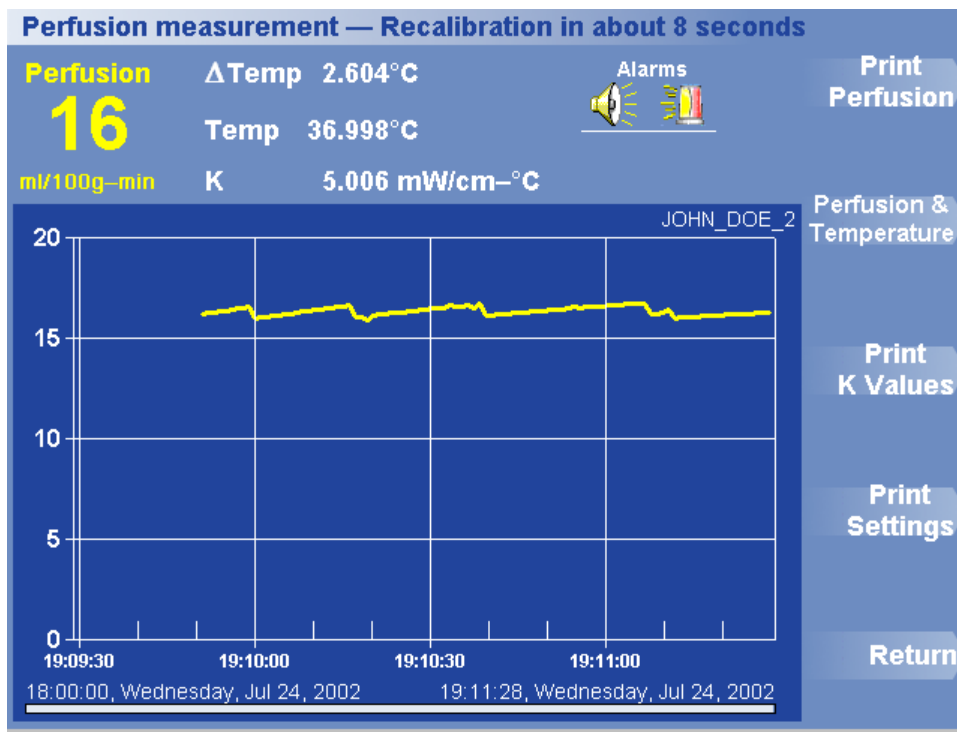

Figura 21. Menu Imprimir
1. Prima Print (Imprimir) na parte inferior do menu Parar. Aparece o menu Imprimir (Figura 21).